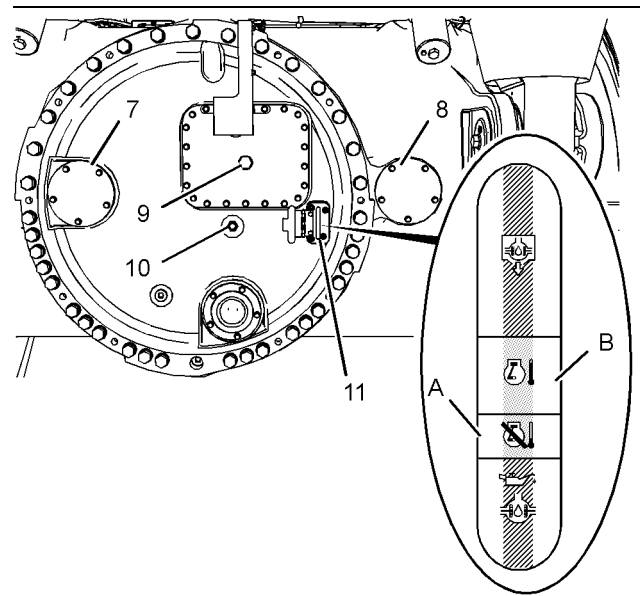

Ilustración 177
Nota: Hay que comprobar y mantener el nivel del aceite del diferencial y del mando final a la temperatura de operación. Después de que se haya cambiado el aceite en el diferencial y los mandos finales, puede ser necesario un ajuste del nivel del aceite cuando el camión alcance la temperatura de operación. Cuando el diferencial y el aceite del mando final están a la temperatura de operación y la bomba de la lubricación para el eje trasero está activada, el nivel de aceite debe estar en la gama verde (B) de la mirilla (10). Consulte la Ilustración 177.